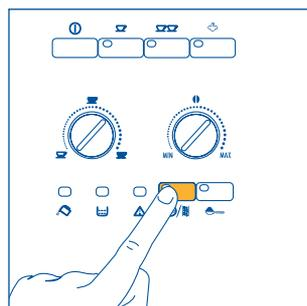

Fig. 14
1) Se tirar uma chávena de café curto (inferior a 60cc) logo depois de ligar a máquina, utilize a água quente do enxaguamento para pré-aquecer as chávenas (consulte o conselho no par. 4.3 ponto 5). **Se, porém, decorrerem mais de 2/3 minutos após a preparação do último café, antes de tirar novamente um café é necessário pré-aquecer o infusor premindo a tecla  (fig. 14).** Deixe que a água flua para a pingadeira subjacente ou utilize esta água para encher (e